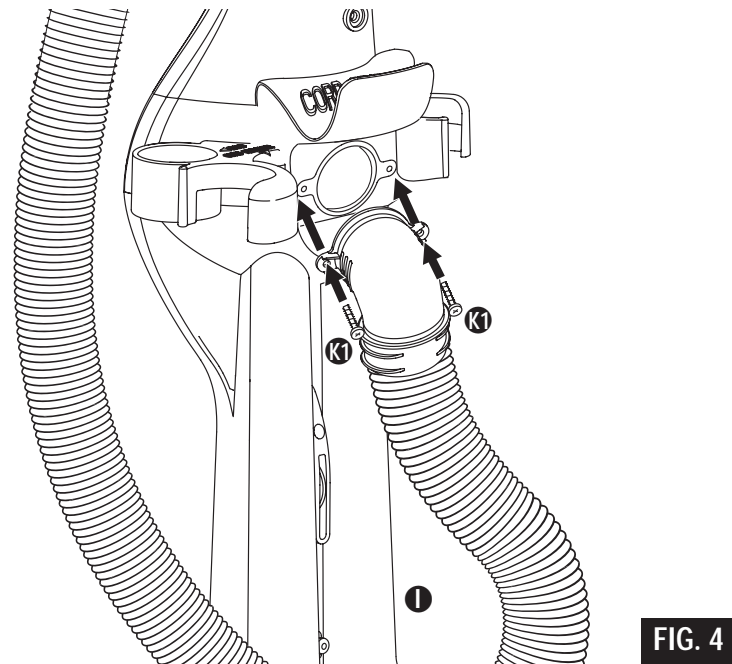

FIG. 4
Step 4: (FIG. 4) Secure the hose assembly **D** to the hose connection on the rear housing **I** with 2 short screws **K1**.
Étape 4. (FIG. 4) Fixez le boyau de raccordement ❶ au boîtier arrière ❶ avec deux vis courtes ❶.
Paso 4. (FIG. 4) Fije el conjunto de la manguera ❶ a la conexión de la manguera en el alojamiento trasero ❶ usando 2 tornillos cortos ❶.